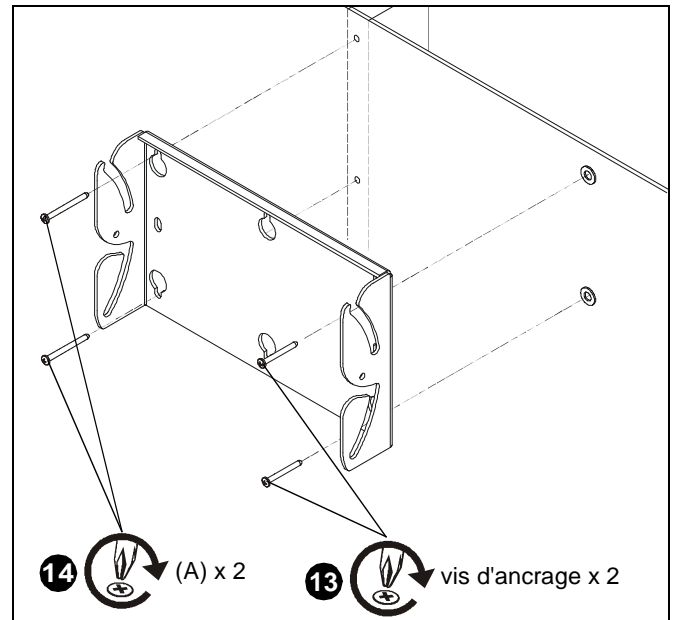

Figure 6
12. Retirez les vis d'ancrage des douilles à expansion (N).
13. Passez-les au travers du support mural (P) et installez-les dans les douilles à expansion déployées (N). (Voir figure 6)
14. Installez deux vis taraudeuses Phillips n° 10 x 63,5 mm (2^{1/2} po) (A) au travers du support mural (P) et dans le montant de bois. (Voir figure 6)